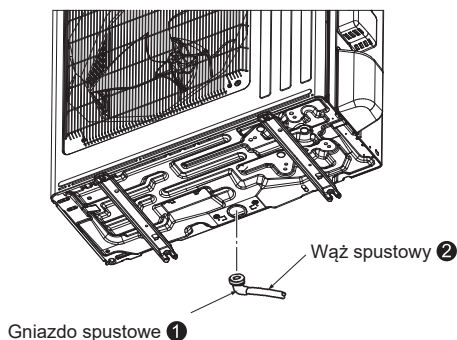

Fig. 4-1
4. Odprowadzenie skroplin dla jednostki zewnętrznej (Fig. 4-1)